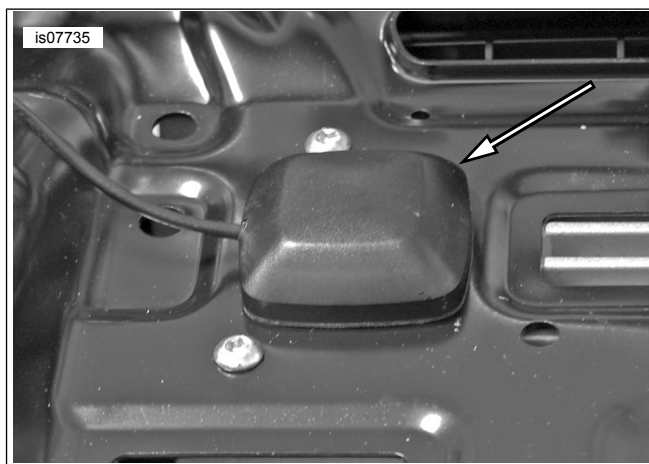

Рисунок 3. Снятие антенны
8. См. рис. 3. Отсоедините антенны XM/NAV (при их наличии) от опорного кронштейна радиоприемника и положите их в сторону.